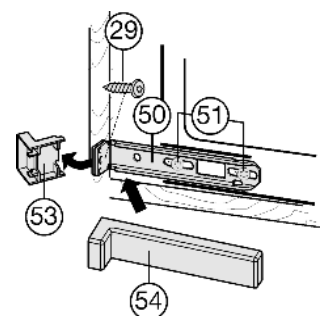

Fig. 17
- ▶ Schroeven Fig. 17 (51) iets losdraaien.
- ▶ Onderstebevestigingshoek Fig. 17 (50) met spaanderplaatschroef Fig. 17 (29)  $\varnothing 4 \times 19$  aan de meubelwand vastdraaien.
- ▶ Het uitstekende uiteinde van de afdekking Fig. 17 (53) afbreken. Dit is niet meer nodig.
- ▶ Schroeven Fig. 17 (51) aandraaien.
- ▶ Afdekking Fig. 17 (54) op de onderste bevestigingshoek Fig. 17 (50) plaatsen.